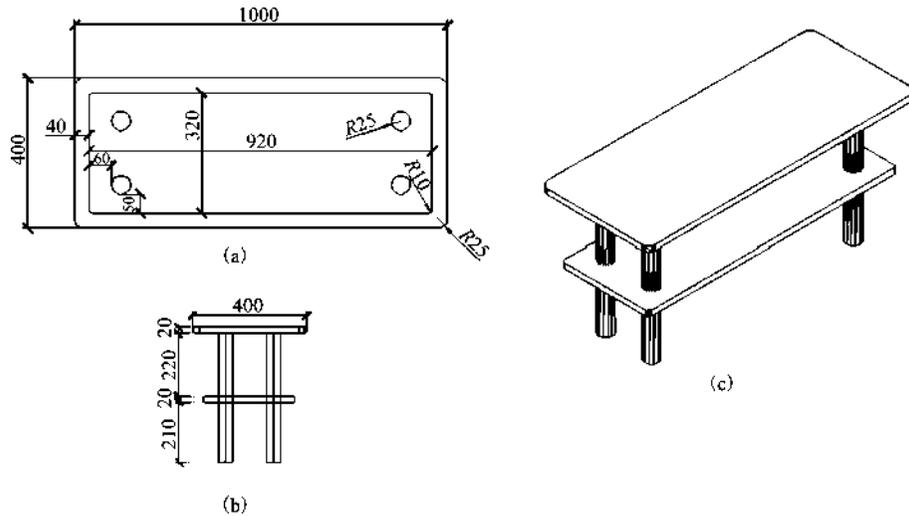

图 1-131 茶几
【实例 1-43】 绘制如图 1-131 所示的茶几。
①绘制如图 1-131(a) 所示的平面图形。
②将平面图形转换成面域，通过拉伸建模得到茶几的四条腿及两块板，其中大矩形拉伸
③将小的矩形板向下移动 220 mm。
④将六个实体做并集，结果如图 1-131(c) 所示。